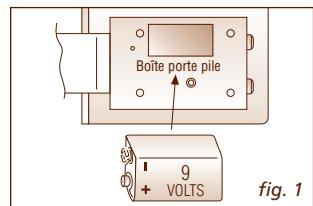

fig. 1
3. Introduire ou remplacer la pile (9 V alcaline type 6LR61) et remettre le couvercle (voir Fig. 1).